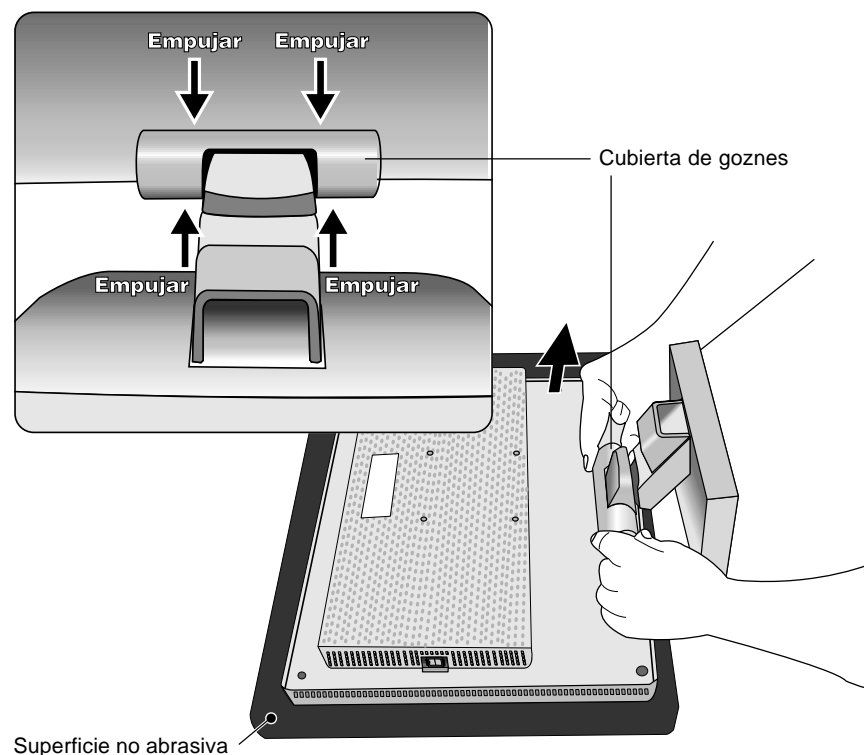

Figura R.1
2. Coloque el monitor boca abajo sobre una superficie no abrasiva (**figura R.1**).
3. Retire la cubierta de goznes (**figura R.1**).